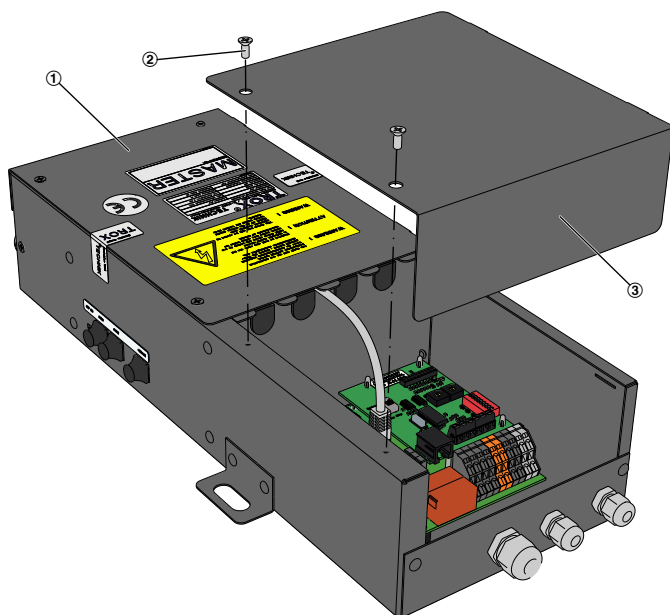

Abb. 7: Elektroanschlüsse
2. ▶ Revisionsdeckel Regelung (Abb. 7/3) der Reglerbox demontieren, dazu die Kreuzschlitzschrauben (Abb. 7/2) lösen und den Deckel abnehmen.
Der 230 Volt Anschlussbereich (Abb. 7/1) der Reglerbox darf nicht geöffnet werden.